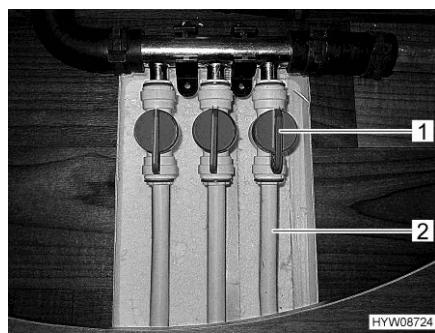

Fig. 127 Valvole di mandata (riscaldamento a pavimento)
- Regolare la maniglia (Fig. 127,1) sulla valvola di mandata della linea desiderata (Fig. 127,2) in posizione parallela rispetto alla tubatura del riscaldamento. Questa linea del riscaldamento a pavimento lavora così alla massima potenza.
- Regolare la maniglia (Fig. 127,1) sulla valvola di mandata della linea desiderata (Fig. 127,2) in una posizione qualsiasi. In questo modo la potenza del riscaldamento di questa linea può essere regolata in modo continuo.
- Regolare la maniglia (Fig. 127,1) sulla valvola di mandata della linea desiderata (Fig. 127,2) in posizione trasversale rispetto alla tubatura del riscaldamento. Questa linea del riscaldamento a pavimento ora è disinserita.